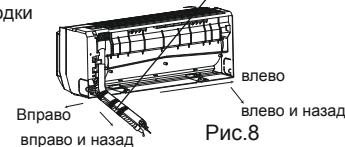

Рис.8
- Извлеките трубопровод из блока, обвязите трубы, электропроводку, сливной шланг монтажной лентой, а затем пропустите через отверстие для трубопровода (как показано на Рис. 8).